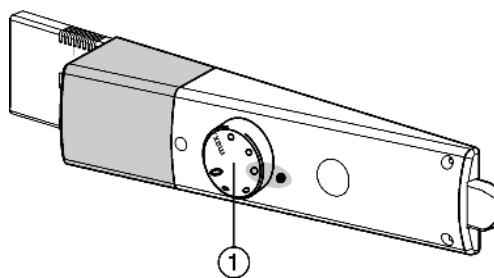

Fig. 2
- ▶ Girare il regolatore di temperatura *Fig. 2 (1)* verso destra dalla posizione 0 al punto 3.
- ▶ Girare il regolatore di temperatura *Fig. 2 (1)*.